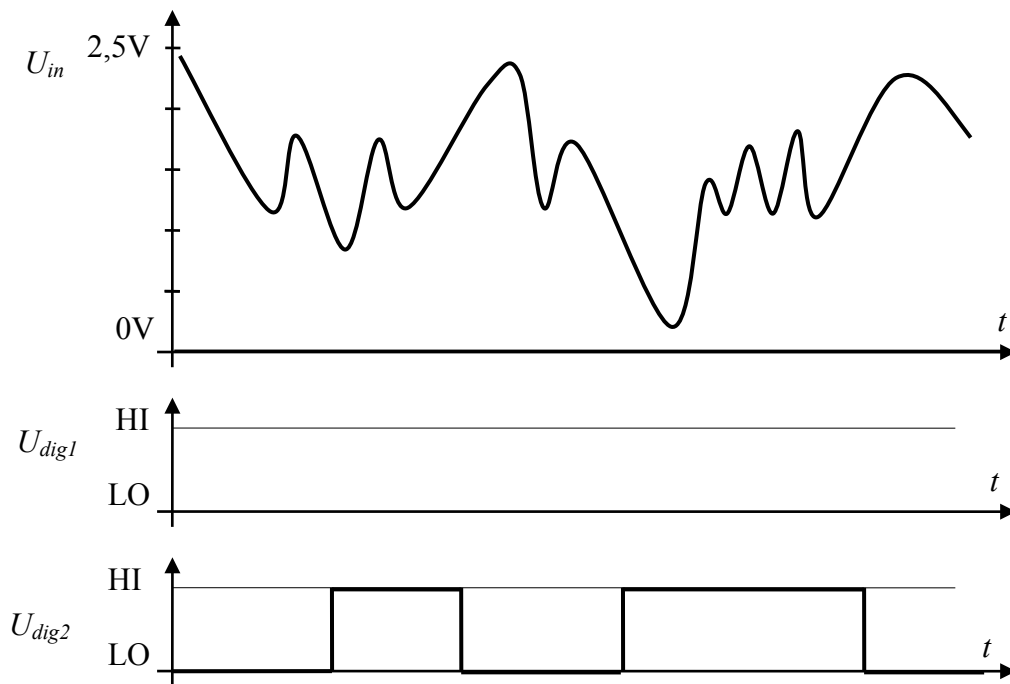

Abbildung 3.1
In Abbildung 3.1 ist ein analoger Spannungsverlauf  $U_{in}$  gegeben.
- (a) Dieses Signal  $U_{in}$  wird an einen Eingang eines digitalen Gatters mit Schwellwert  $U_{th} = 1,5V$  (ohne Hysterese) gelegt. Ergänzen Sie in Abbildung 3.1 den Spannungsverlauf  $U_{dig1}$  nach der Digitalisierung!